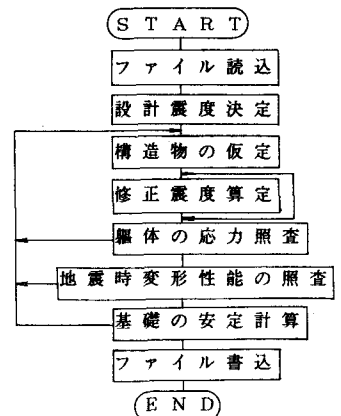
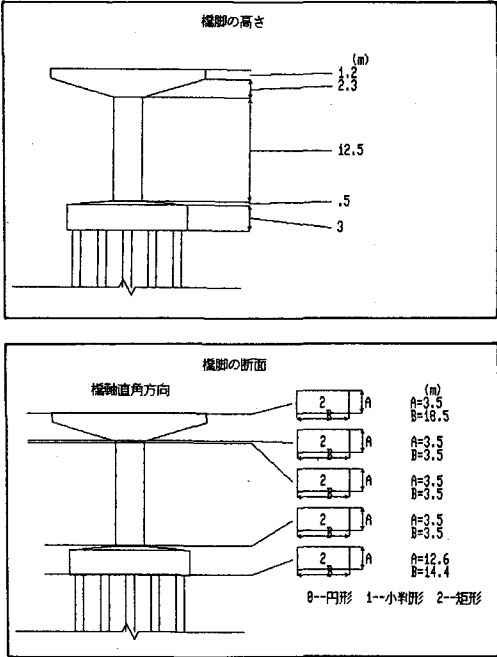
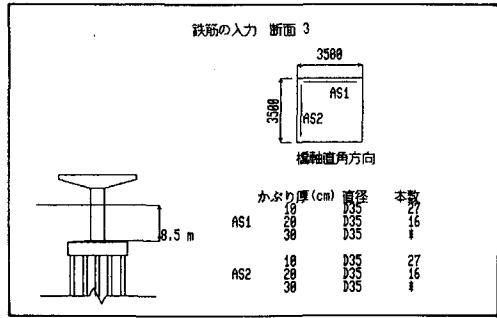
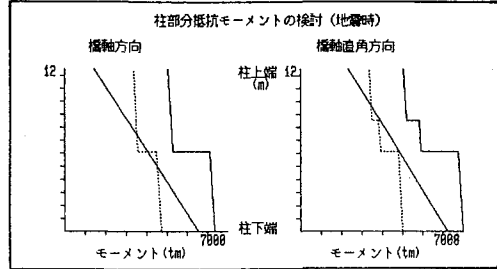

図1 処理の流れ
図2 断面諸元入力画面例
図3 鉄筋量入力画面例
図4 断面力照査画面例
4. 本システムの概要 本システムの大まかなフローチャートを図1に示す。また、CRT画面に現われる画面のハードコピーの例を図2～4に示す。
CADシステムを実際に開発するにあたり、すぐさま直面する問題は入力データの選定とその入力方法である。すなわち誰でもが簡単に使えるすぐれたマン・マシン・コミュニケーションを持ったCADシステムと、あらゆる場合に適用できる汎用性をもったCADシステムとは、常に表裏の関係にある。本システムでは前者を重視した上で、できる限りの汎用性を持たせた。例えば構造物の仮定の段階では、橋脚天端、張出しばり部下端、柱部分上端、柱部分下端、フォーミング下端の5断面の諸元を入力させ、これらの間は直線的に変化するものとして構造物の形を理解している(図2参照)。また、データを入力するために別途に電卓で計算してはいるもののためのCADシステムが解らない。そこで例えば鉄筋量の入力には、呼称や本数等の一般的な1次データを入力させることとした(図3参照)。計算結果の応答には極力グラフ化して問題点を浮彫りにするようにした(図4参照)。地震時変形性能の照査を含めて、断面の諸元に関する本システムの問い合わせに答える形でデータを入力することで一連の耐震設計が自動的に行なわれ、最終的には示方書に適った設計が行なわれた時点でシステムが終了する。